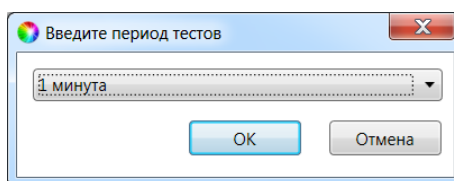

Рис. 6.11. Выбор периода опроса радиоизвещателя
3. В следующем окне укажите период опроса радиоизвещателя (рис. 6.11). Для охранных радиоизвещателей, устанавливаемых в проходной зоне (магнитоконтактный извещатель *Ладога-МК-РК* на входной двери, извещатель *Фотон-12-РК* в прихожей и т.д.) рекомендуется задавать небольшой период опроса (например, **15 секунд**) для оптимизации использования алгоритмов задержки на постановку и снятие. Для остальных радиоизвещателей рекомендуется задавать больший период опроса (например, **1 минуту**) во избежание быстрой разрядки их источников питания и перегрузки радиоканала.